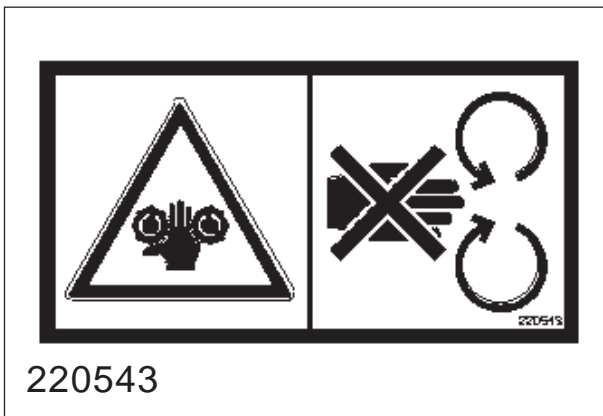

Fig. 20
**Advarselsskilt 220543** (fig. 20). Klempfare. Hold avstand til risrullene